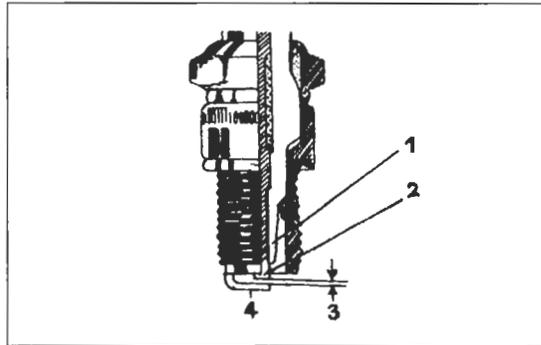

Bild 30
- Elektrodenabstand mit Fühlerlehre messen, Sollwert: 0,6 – 0,7 mm (Bild 30).